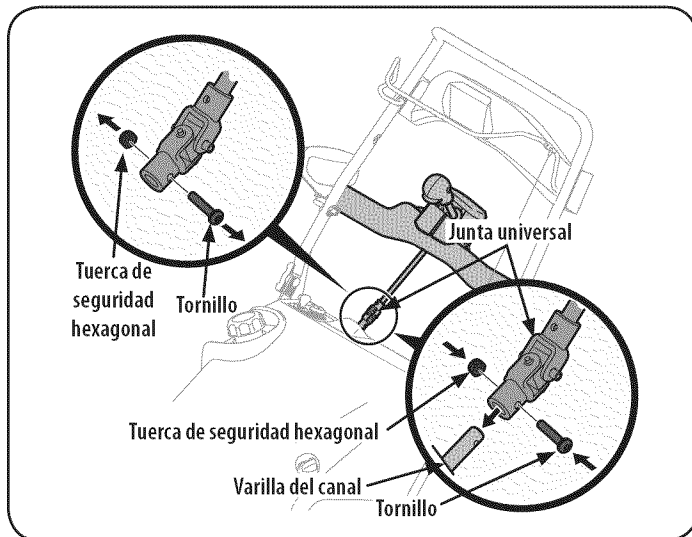

Figura 8
3. Retire el tornillo y la tuerca hexagonal de la junta universal. Vea la Figura 8.
4. Coloque la junta universal en el extremo de la varilla del canal como se indica en la Figura 8.
5. Sujete la junta universal con la tuerca hexagonal y el tornillo que extrajo previamente. Vea la Figura 8.